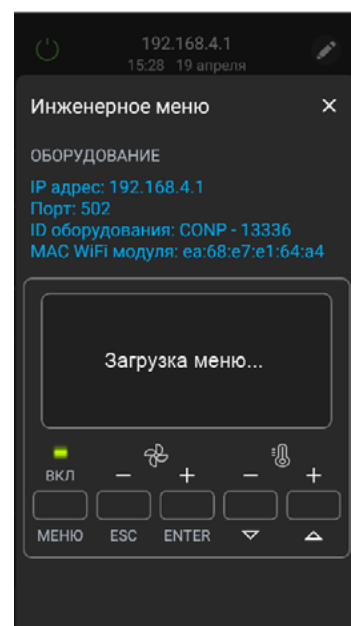

Рис.25
2. Три раза нажмите на кнопку «ENTER» в нижней части экрана – вы перейдете на экран «Загрузка меню» (см. рис.25).